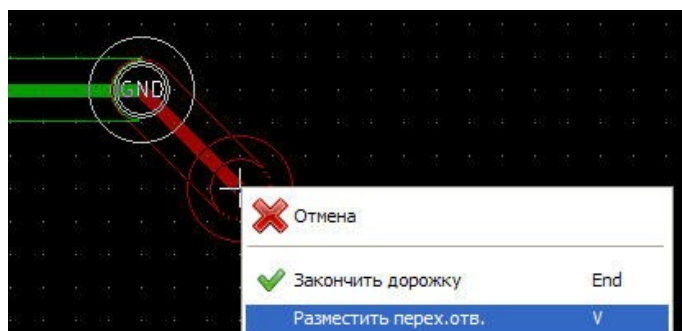

Рисунок 22. Смена слоя размещением переходного отверстия
22. **Пройдите от вывода А к выводу В, изменяя слой.** Размещая отверстие в процессе проведения дорожки, можно сменить слой меди. Во время проведения дорожки по верхнему слою меди кликните правой кнопкой и выберите **Разместить отверстие** (Рисунок 22) или просто нажмите **клавишу v**. Это позволит перейти вам на нижний слой, тогда вы сможете закончить дорожку.